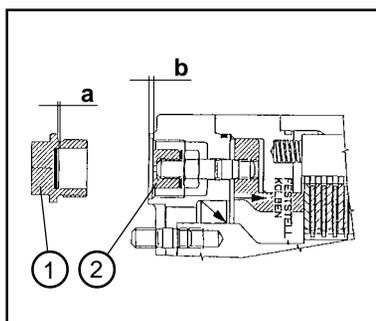

Figure 8-34
- (5) Déterminer le jeu de libération ( $l = b - a$ ) (Fig. 8-34). Pour cela, déterminer l'écart "a" (8-34/a) entre les disques de butée et l'arête de vis du bouchon fileté, ainsi que la dimension "b" (8-34/b) entre le manchon et la fraisure du boîtier.